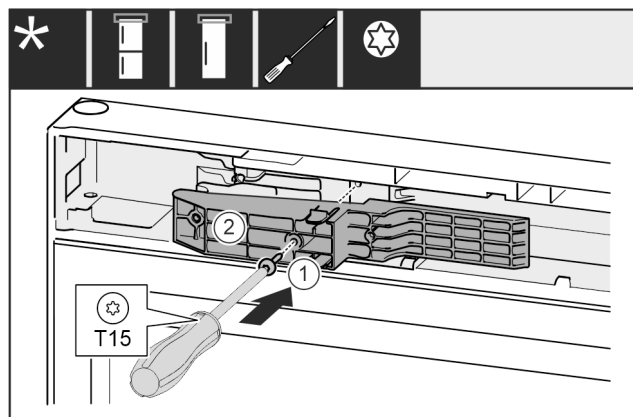

Fig. 69 *
- ▶ Helyezze be az illesztődarabot Fig. 69 (1) a mélyedésbe a fogantyú felőli oldalon.*
- ▶ Húzza meg a csavart Fig. 69 (2) csavarhúzóval.*